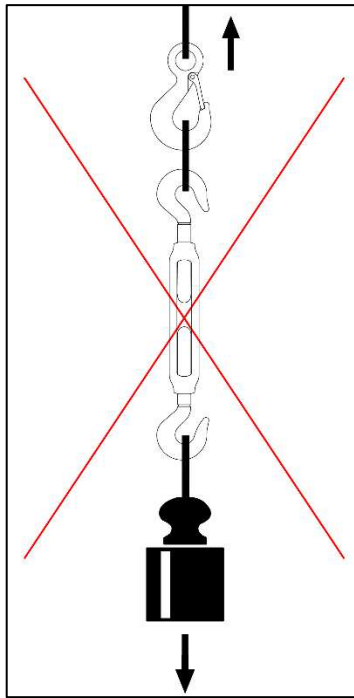

Fig.4
Il tenditore può essere utilizzato anche per operazioni di sollevamento, purchè non in configurazione a tiro singolo (par. 10 fig.4). In tale configurazione, infatti, il carico può ruotare liberamente, generando il rischio che i terminali si svitino fino a fuoriuscire della canaule, con conseguente caduta del carico.
- NON utilizzare l'accessorio per il sollevamento a tiro singolo (Fig.4);